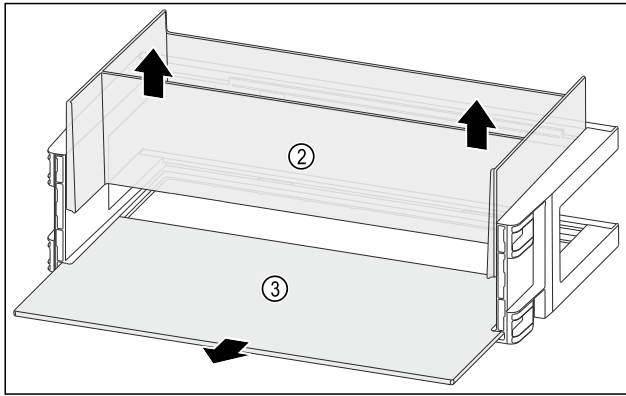

Fig. 112
- ▶ Organizer Fig. 112 (2) nach oben entnehmen.
- ▶ Abstellfläche Fig. 112 (3) entnehmen.